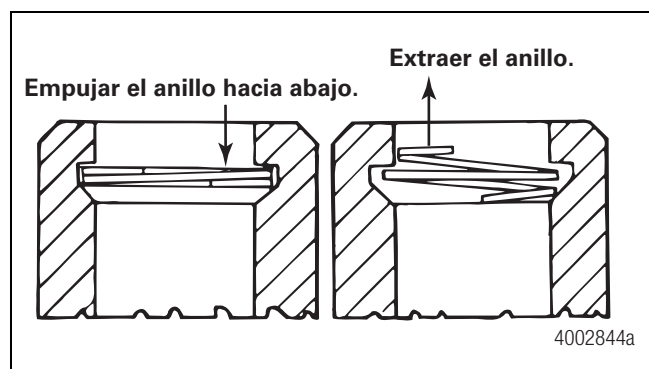

Figura 3.14
3. Use un destornillador pequeño para empujar hacia abajo un lado del anillo de retención del pistón, para forzar el anillo fuera de la ranura. Figura 3.14.
4. Extienda los enrollamientos del anillo. Use pinzas para desenrollar el anillo y extraerlo de la ranura. Use un anillo nuevo cuando ensamble el ajustador. Figura 3.14.